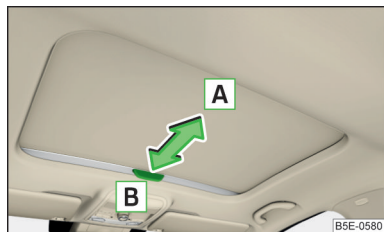

Fig. 60
- › Pour l'**ouverture**, tournez la poignée dans le sens de la flèche **A** » **fig. 60**.